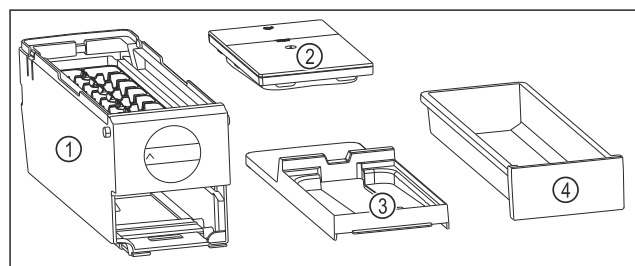

Fig. 132 Bestanddelen van de EasyTwist-Ice
- ▶ EasyTwist-Ice is in vier delen gedemonteerd. (zie Fig. 132)
- ▶ EasyTwist-Ice alleen in afgebeelde bestanddelen demonteren. (zie Fig. 132)
- ▶ EasyTwist-Ice-corpus Fig. 132 (1) als geheel reinigen.